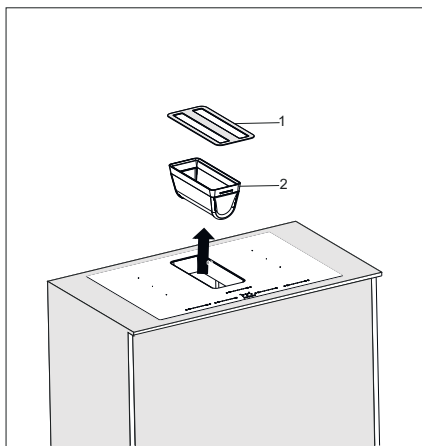

Fig. 14
1. ➔ ■ For at afmontere fedtfilteret skal den dekorative frontplade først fjernes i pilens retning (Fig. 14).